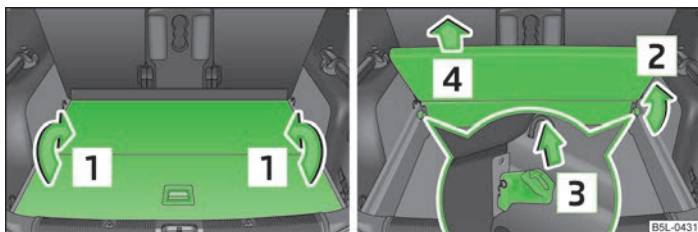

Fig. 61 Portbagajul: Plierea/Extragerea suprafeței de încărcare variabile
- › Prin mișcarea în sensul săgeții **1** » fig. 61, pliați podeaua.